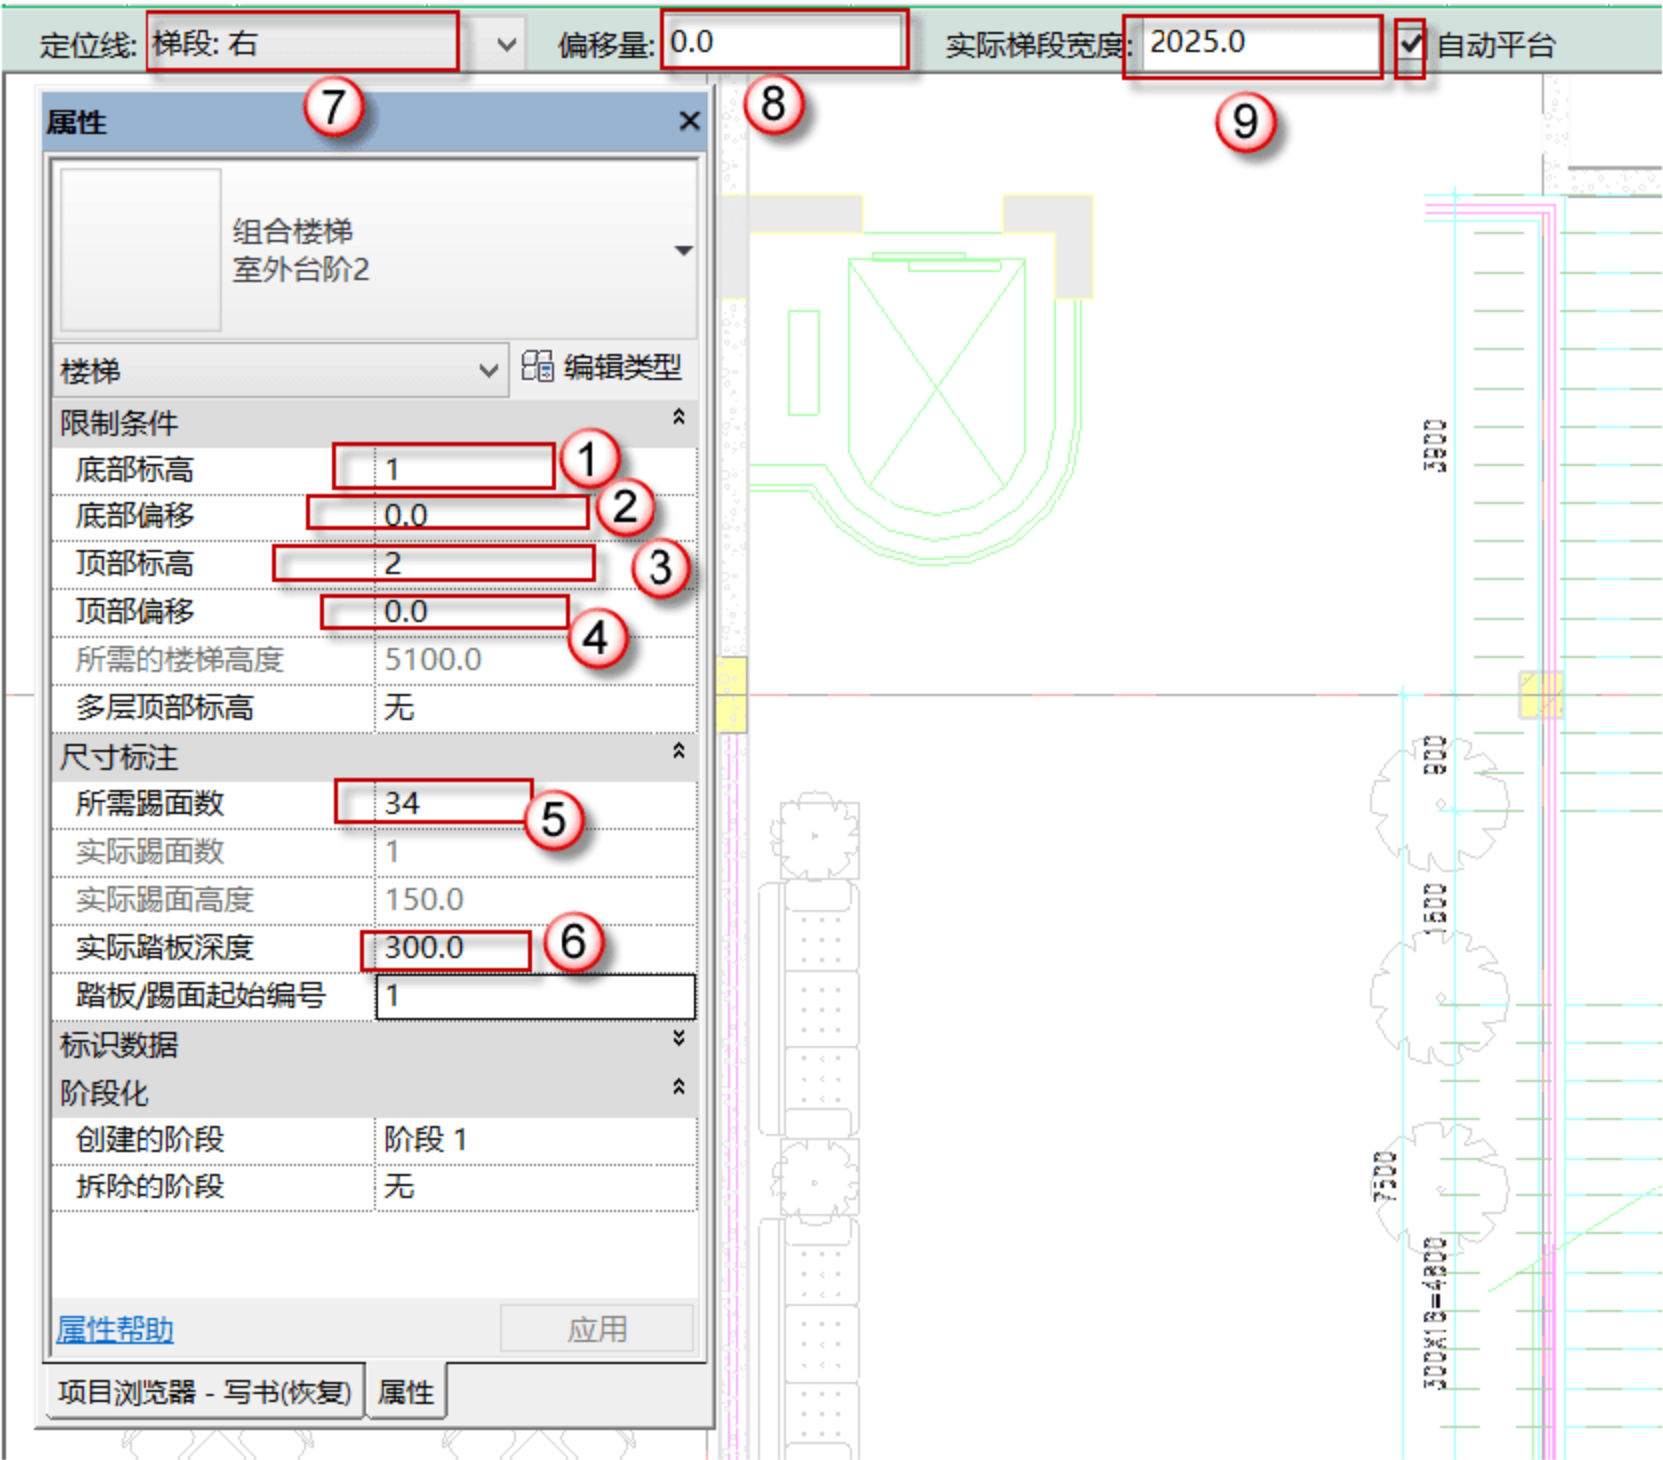

图 10.5.33 设置室外台阶 2 尺寸及位置
(9) 设置楼梯尺寸及位置。观察导入的“1 号室内楼梯” CAD 图可知该楼梯尺寸。在“属性”面板中通过设置“底部标高”为“1”层平面、“底部偏移”为“0”个单位、“顶部标高”为“2”层平面、“顶部偏移”为“0.0”个单位来确定楼梯的起始和终止高度。通过设置“所需踢面数”为“34”个，从而可以调整“实际踢面高度”为“150mm”（实际踢面高度为程序自动计算，不需要另行设置），同时调整“实际踏板深度”为“300mm”。在选项栏中设置“定位线”为“梯段：右”对齐，偏移量为“0.0”个单位，“实际梯段宽度”为“2025”个单位，选中“自动平台”复选框，只有选中了该选项，绘好的两个楼梯之间会自动生成楼梯的休息平台，如图 10.5.33 所示。